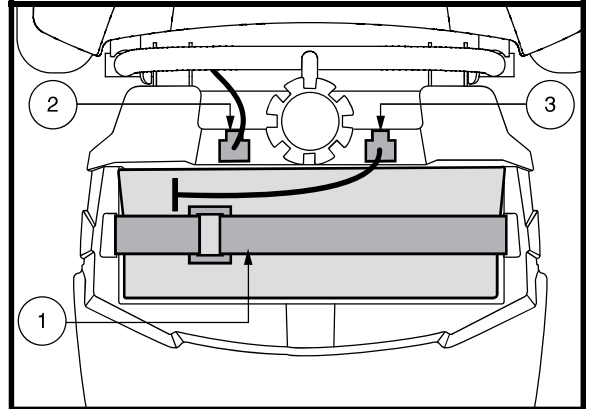

Figura 22. Fascetta di fissaggio delle batterie
1. Scollegare il cavo della batteria e rimuovere il pacco batteria dal Travel Scooter. **Vedere figura 22.**
2. Scollegare le cinghie della batteria e la fascetta difissaggio, quindi rimuovere la batteria dal miniscooter. **Vedere figura 22.**